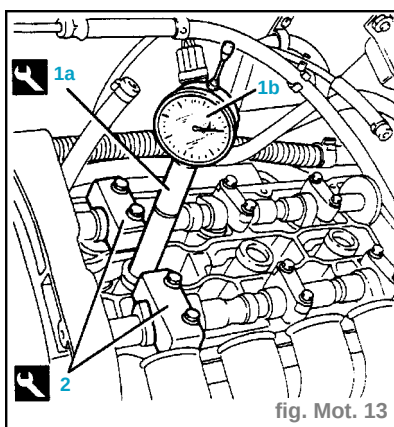

fig. Mot. 13
- Monter l'outil (1a) muni d'un comparateur (1b) au niveau du logement de la bougie du cylindre **N°1** (fig. Mot. 13).
- Déposer les supports des arbres à cames B et G au niveau de la culasse arrière et monter à leur place les gabarits (2) (fig. Mot. 13).